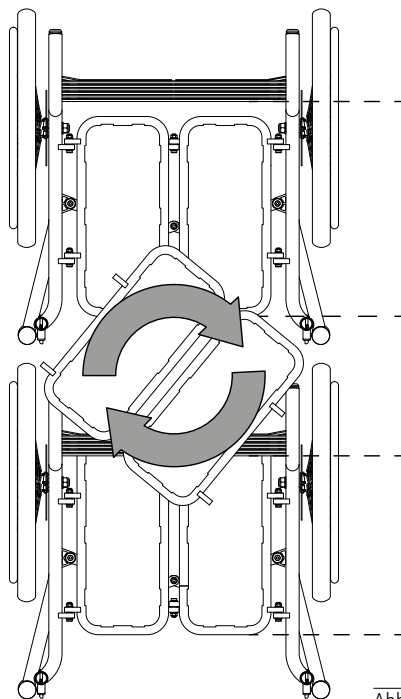

Abb. 37
1. Lossa sättsplattans fyra yttre fästskruvar, rotera plattan 180° och montera den i detta läge (bild 37).